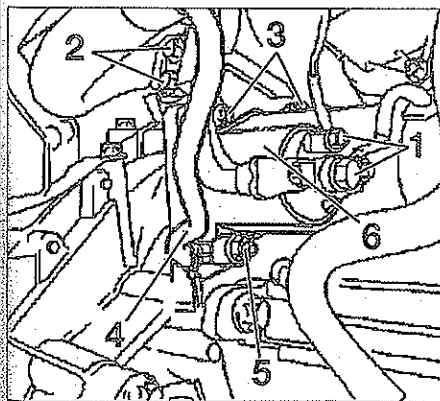

FIG. 11
- Desconectar los dos cables (1) del motor de arranque (fig. 11).
- Desmontar las dos tuercas de fijación (2) del soporte de tubería de refrigeración.
- Desmontar los dos tornillos de fijación (3) del motor de arranque.
- Desconectar el cable de masa (4).
- Desmontar el tornillo de fijación inferior (5) del motor de arranque (6).
- Desmontar el motor de arranque (6).